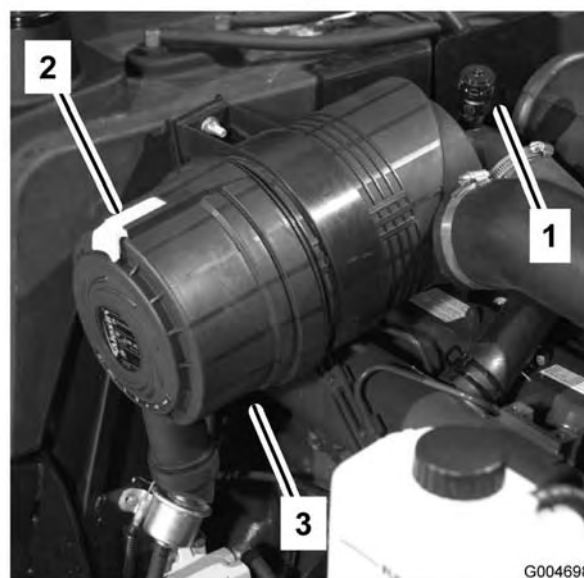

Figura 45
Revisionate l'elemento filtrante dell'aria soltanto quando la spia è rossa, (Figura 45) oppure ogni 400 ore (più spesso in ambienti molto polverosi o inquinati). Non revisionate troppo il filtro dell'aria.
1. Tirate il fermo verso l'esterno e ruotate il coperchio del filtro in senso antiorario. Staccate il coperchio dal corpo. (Figura 45). Pulite la parte interna del coperchio.
6. Se la spia (Figura 45) è rossa, resettatela.